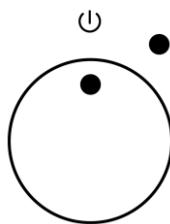
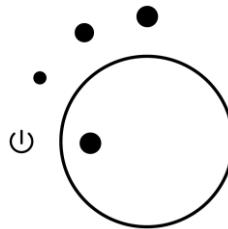

Рисунок 5*
Рисунок 6
WHEL-3 (рисунок 5)
WHEL-6/WHEL-7 (рисунок 6) - три режима мощности (низкая, средняя, высокая)
- Включение нагрева воды и выбор режима мощности нагрева (кроме WHEL-3) производится с помощью переключателя (рисунок 5; рисунок 6).